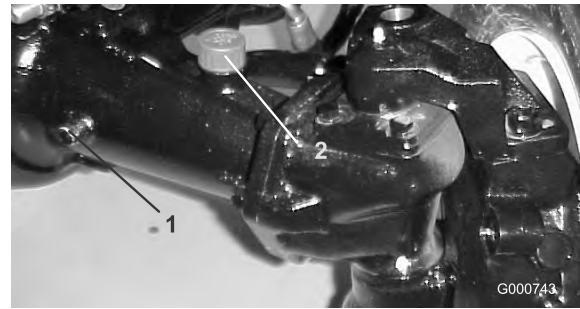

Bild 68
2. Nehmen Sie eine Prüfschraube (Bild 68) von einem Achsenende ab und vergewissern Sie sich, dass das Schmiermittel bis zur Unterkante des Lochs steht. Entfernen Sie bei niedrigem Ölstand die Füllschraube (Bild 68) und füllen genug Öl